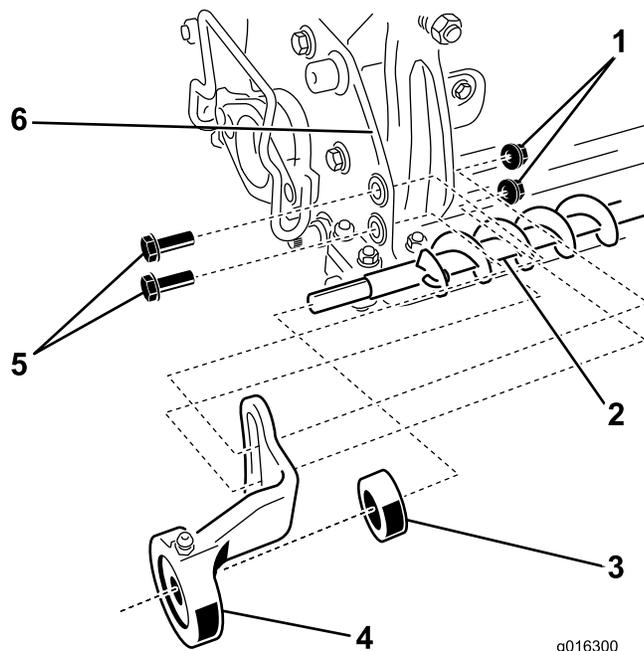

図 7
- B. ブラシシャフトの自由端側で、もう一つのロッキングカラーを肩部まで入れ、その後ろから左ブラシサポートをセットする 図 7を参照。
C. 左ブラシサポートをカッティングユニットのサイドプレートの内側に固定する六角ボルト2本とフランジナット2枚を使用する 図 7。